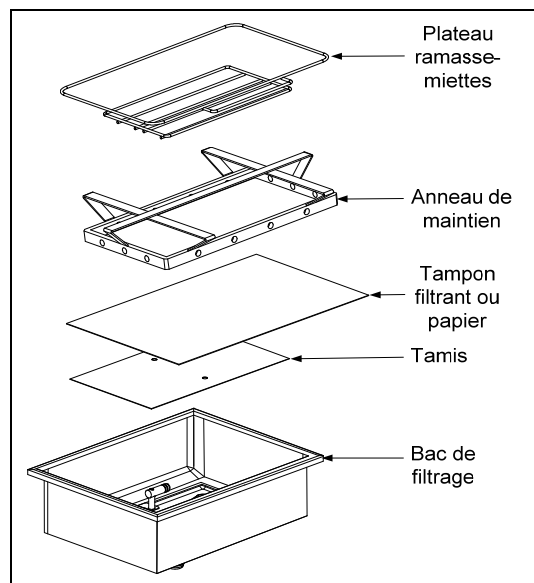

Figure 1
1. Retirez le bac de filtrage de l'armoire et retirez le plateau ramasse-miettes, l'anneau de maintien, le filtrage papier et le tamis métallique. (voir Figure 1). Nettoyez tous les composants avec une solution de détergent et d'eau chaude, puis essuyez soigneusement.
3. Ensuite, procédez inversement: placez le tamis métallique centré au fond du bac, puis posez une feuille de filtrage papier au dessus, en la faisant déborder sur tous les cotés. (voir Figure 1). Si vous utilisez un filtrage tampon, assurez-vous que la partie rugueuse du tampon est tournée vers le haut puis posez le tampon sur le tamis en vous assurant que le tampon filtrant se trouve entre les bosselures du bac de filtrage.